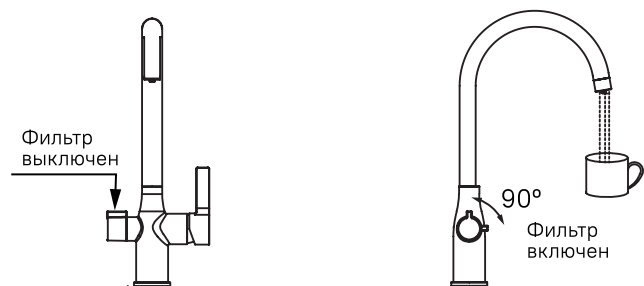

Рис. 7
7. Включение фильтра: ручка на себя (рис. 7).